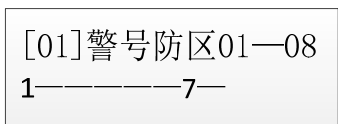
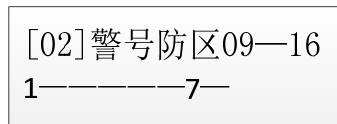
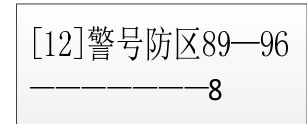

图 1-7
图 1-8
图 1-9
**例 如：**屏幕如图 1-7 显示，表示防区 1、防区 7 报警时输出警号提示，防区 2~防区 6、防区 8 报警时不输出警号提示；如图 1-8 表示防区 9、防区 15 报警时输出警号提示，防区 10~防区 14、防区 16 报警时不输出警号。对讲面板按钮报警若需关联警号输出，则必须开通防区 96（如图 1-9）；否则对讲面板按钮报警时警号不输出。